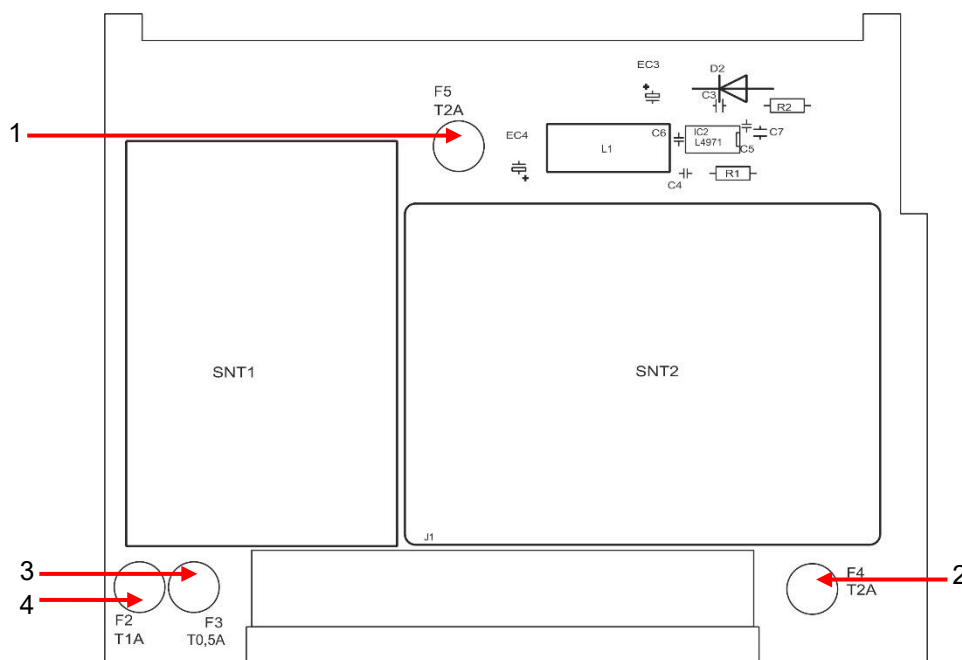

Figura 36
Estes fusíveis protegem o Testomat® PRO CLF ou as saídas contra sobrecargas e curto-circuitos. Todos os fusíveis são de encaixe. Os fusíveis principais F1 (1) e F6 (2) (4 A MT) para as saídas e o dispositivo estão localizados na placa-mãe (ver Figura 36). Na fonte de alimentação encontram-se os quatro fusíveis primários e secundários F2 a F5 para 24 V e 12 V, 3,3 V.